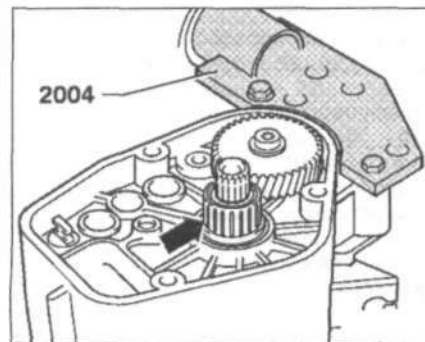

Рис. 8.24. Снимите игольчатый подшипник (стрелка).
12. Снимите игольчатый подшипник (стрелка) (рис. 8.24).